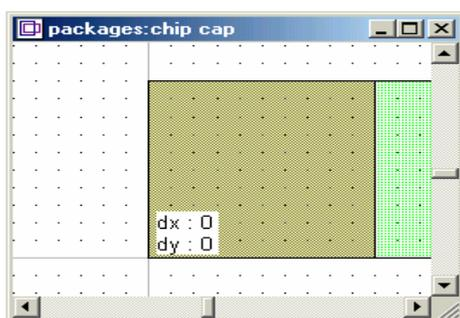

Рис. 4.20. Установление координаты стыковочной грани
2. Сдвиньте курсор в окно рисования, нажмите и удерживайте клавишу **Ctrl**, пока сдвигаете курсор сверху нижней левой вершины квадрата символа до появления символа квадрата (рис. 4.20). Не отпускайте клавишу **Ctrl**.